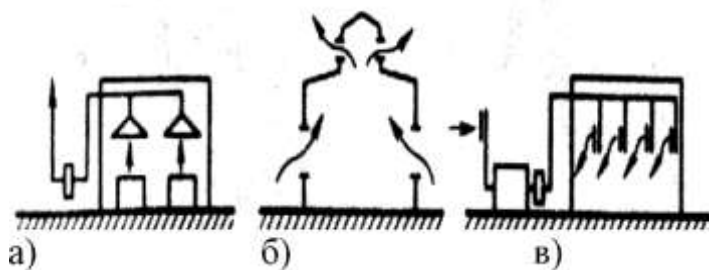

Рисунок 1 - Схемы основных типов вентиляционных систем
- система вытяжная, местная, механическая, канальная (удаление выделяющихся вредностей от технологического оборудования) - локализирующая вентиляция (рисунок 1, а);
- система приточная (или вытяжная), общеобменная, естественная, бесканальная (аэрация, приток воздуха через открывающиеся фрамуги окон) (удаление - через фонарь) (рисунок 1, б);
- система приточная, общеобменная, механическая, канальная (рисунок 1, в).